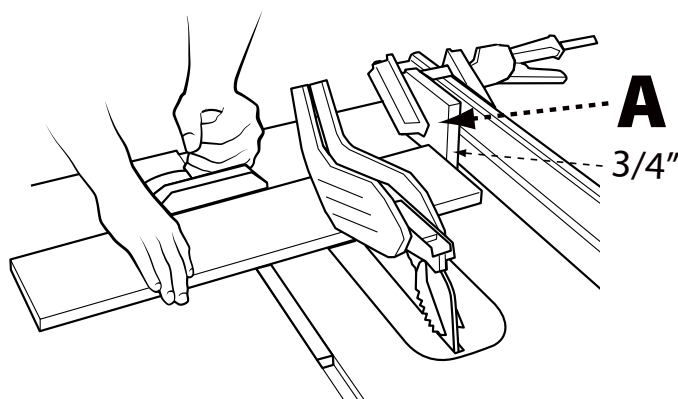

FIGURE 39
Lorsque vous coupez transversalement un certain nombre de pièces à la même longueur, vous pouvez serrer un bloc de bois (A) (voir Figure 39) au guide et l'utiliser comme une jauge de coupure. Le bloc (A) doit faire au moins $\frac{3}{4}$ pouce (19 mm) d'épaisseur pour empêcher le coincement de la pièce coupée entre la lame et le guide. Une fois que la longueur de coupe est déterminée, verrouillez le guide et utilisez le guide à onglets pour faire avancer la pièce dans la lame.